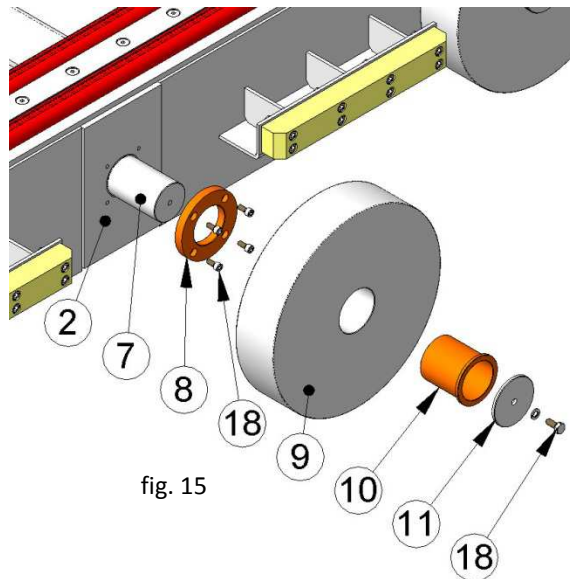

fig. 15
**Remarque :** les chiffres entre parenthèses font référence à la fig. 15.